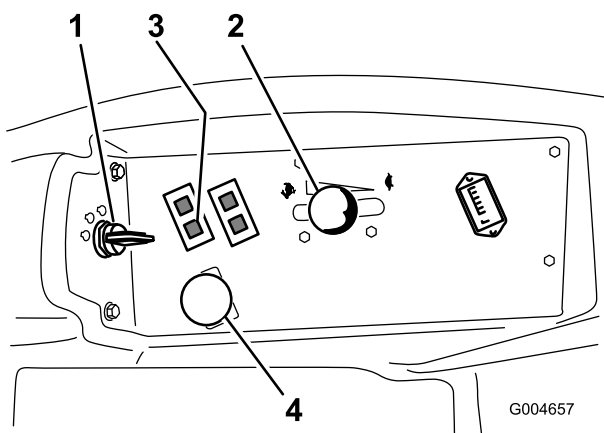

Figura 17
4. Disinserite la presa di forza (posizione Off) (Figura 17).
5. Portate la leva dell'acceleratore al centro tra le posizioni Minima e Massima (Figura 17).